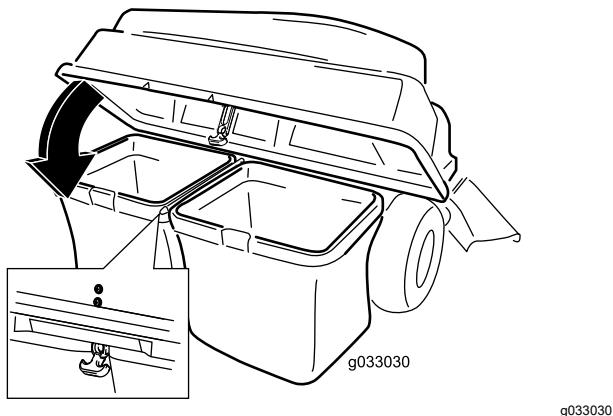

Figura 19
- Abbassate il coperchio del sistema di raccolta sui cesti (Figura 19).
- Fissate il cofano con il fermo (Figura 19).